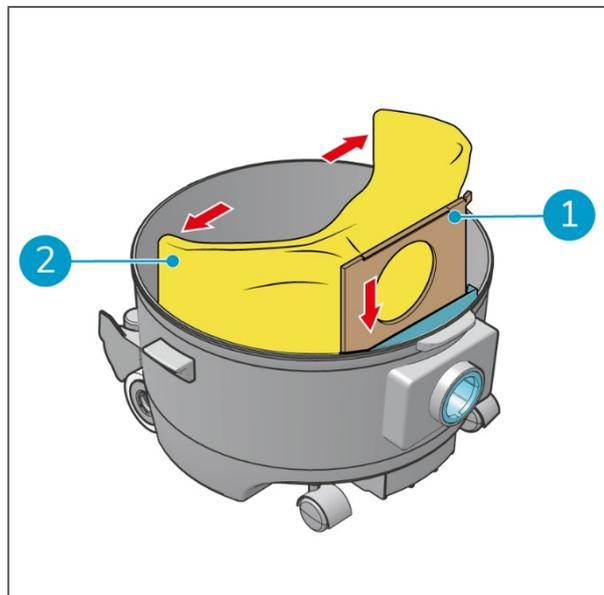

Figure 12
10. Faites glisser le col en carton du nouveau sac à poussière (Figure 12, pos 1) dans les fentes pour insérer complètement le sac à poussière.
11. Dépliez le sac à poussière (Figure 12, pos 2).